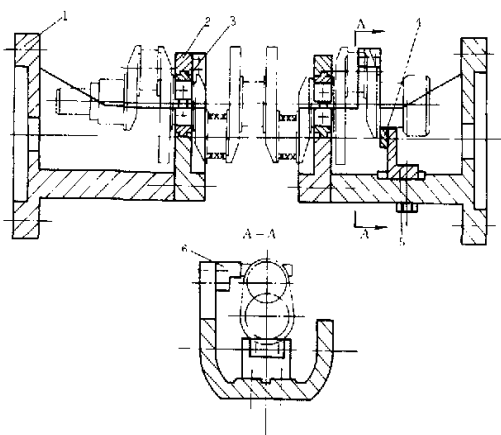

图 5
④图 5 是加工图 1b 所示的曲轴二、三连杆颈夹具结构示意图。曲轴的轴向定位靠定位块 4 来实现, 圆周方向的定位靠定位块 6 来完成。